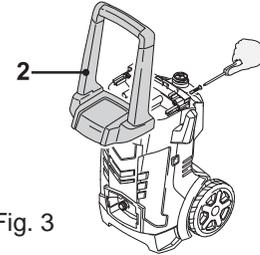
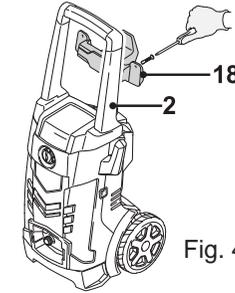

Fig. 3
Fig. 4
- Fixez la poignée (2) à l'appareil avec deux vis (25) (Fig. 3). Puis fixez le support de rangement du tuyau haute pression (18) derrière la poignée (2) avec quatre vis (23) (Fig. 4). Serrez les vis avec un tournevis cruciforme adapté.